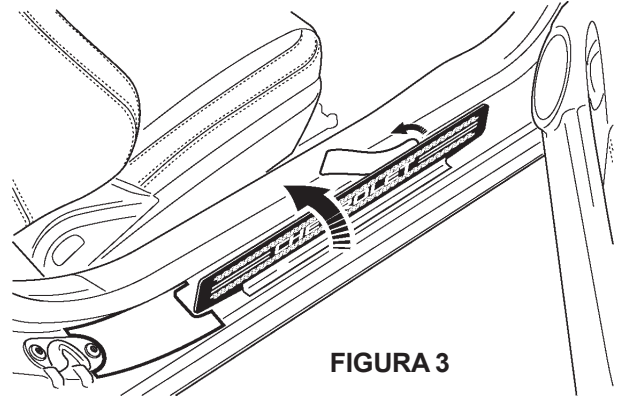

FIGURA 3
6. Voltee con cuidado la etiqueta del umbral y utilice un paño limpio, trabaje desde la parte central y frote hacia abajo la etiqueta del umbral. Consulte la figura 3.